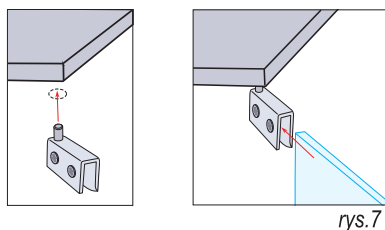

rys.6
2. Na dolny róg szklanego skrzydła nałożyć zawias i dokręcić go plastikowymi wkrętami. (rys.6)